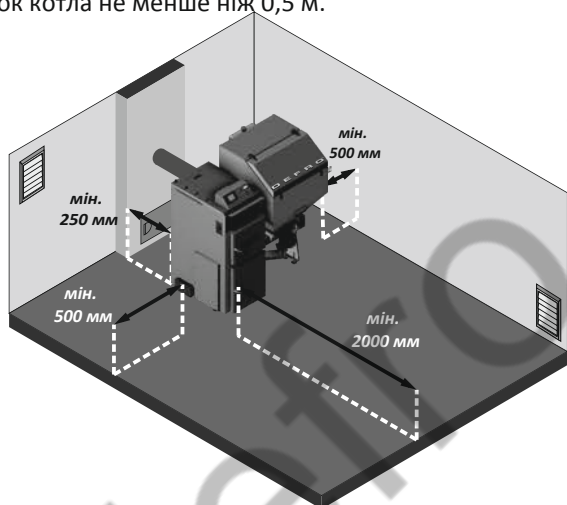

Рис. 4. Встановлення котла у приміщенні котельні.
Орієнтовна установка котла показана на рис. 4. Має враховувати можливість вільного здійснення очищення та доступ до котла з кожної сторони.
- 1) за допомогою гвинтових ніпелів підключити живильну (рис. 4. поз. 7) і зворотну (рис. 4. поз.8) труби до системи в призначеному для цього місці,